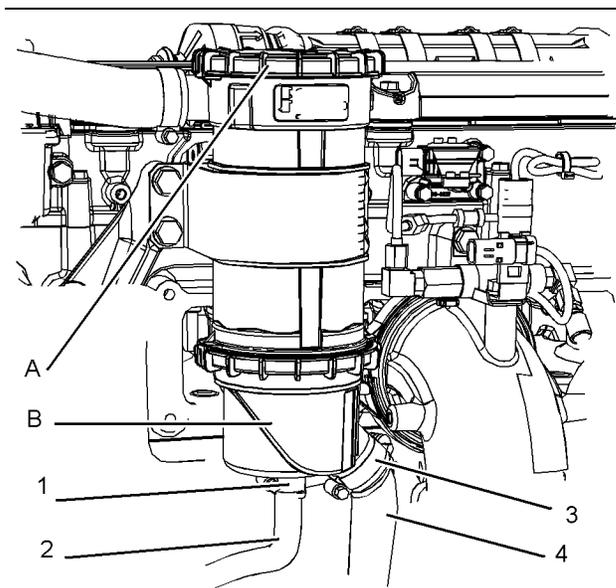

图 102
1. 松开夹子 (1)，然后拆下软管 (2)。松开夹子 (3)，然后拆下软管 (4)。参考图 102。
2. 将盖 (B) 从呼吸器体 (7) 上拆下。如有必要，拆下 O 形密封圈 (8) 并废弃。
3. 将滤清器滤芯 (6) 从呼吸器体上拆下，并废弃旧的滤清器滤芯。
4. 如有必要，安装新的 O 形密封圈 (8)。
5. 确保新滤清器滤芯 (6) 的朝向正确，并将滤清器滤芯安装到呼吸器体中。
6. 仅通过手的压力安装盖 (B)。
7. 安装软管 (4) 并拧牢夹子 (3)。安装软管 (2) 并拧牢夹子 (1)。